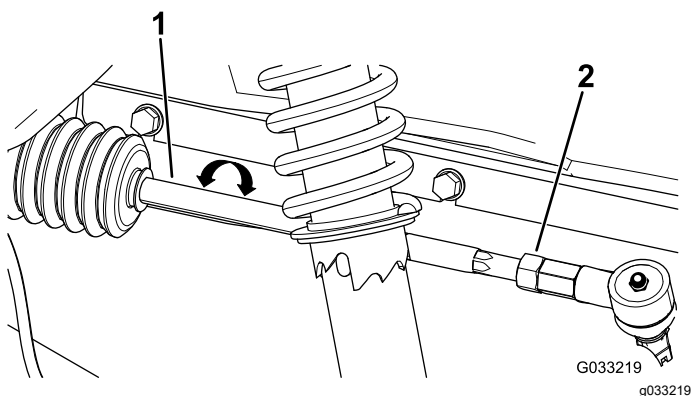

Figure 47
2. Si la mesure n'est pas comprise entre 0 et 6 mm (0 et ¼ po), desserrez les écrous de blocage aux extrémités extérieures des biellettes (**Figure 47**).